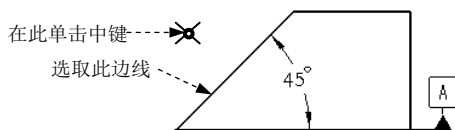

图 5.6.26 定义公差参照（一）
Step4. 定义公差参照。在 **参考** 区域的 **类型** 下拉列表中选择 **曲面** 选项，单击 **选择图元...** 按钮，选取图 5.6.26 所示的面（边线）为公差参照。
(1) 在对话框中 **放置** 区域的 **类型** 下拉列表中选择 **带引线** 选项，在弹出的 **ATTACH TYPE (依附类型)** 菜单中，选择 **Arrow Head (箭头)** 命令。
(2) 在系统 **选择多边，尺寸界线，坐标系，轴心，多个轴线，曲线，顶点 或截面图元。** 的提示下，选取图 5.6.26 所示的边线。
(3) 在系统 **选择放置位置。** 的提示下，在图 5.6.26 所示的位置单击中键，放置“倾斜度”公差。